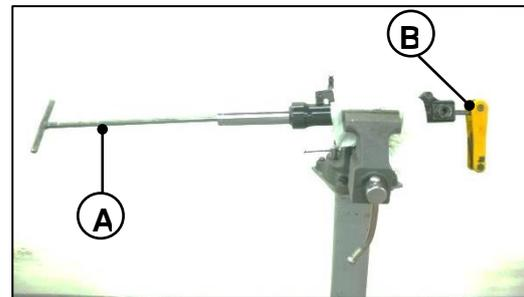

Fig. 9.3
Luego de retirar el tapón y el resorte interno de la barra de suspensión, desarme totalmente la barra utilizando una llave hexagonal (B) de 6 mm en un extremo y en el otro una llave en T (A) (herramienta especializada). Fig. 9.3
Cuando sostenga la botella en la prensa de banco, recubra su superficie con algún material que evite el daño del elemento cuando realice el apriete, no exceda la fuerza aplicada a la prensa ya que puede deformar la botella obligando a su cambio. Fig. 9.3